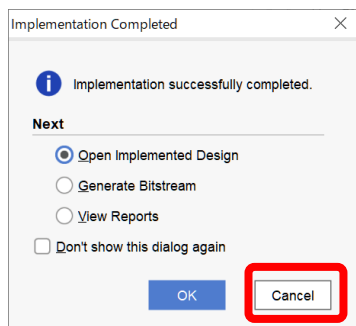

図 11.41 FPGA への実装の手順 8
10) 配置配線が完了すると以下が表示されるので、「Cancel」を選択する (図 11.41)。